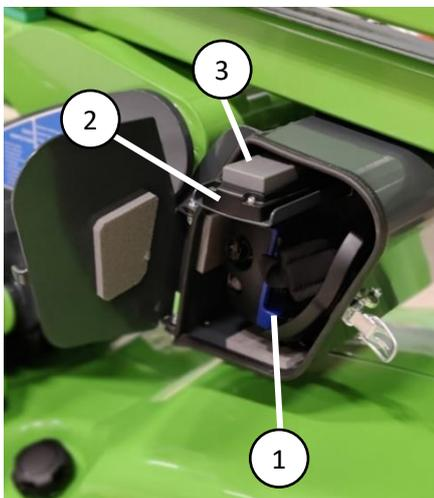

Figure 8. Panneau de commande inférieur
- Les interrupteurs d'arrêt d'urgence des panneaux de commande supérieur (figure 7 (11)) et inférieur (figure 8 (4)) peuvent être utilisés à tout moment.